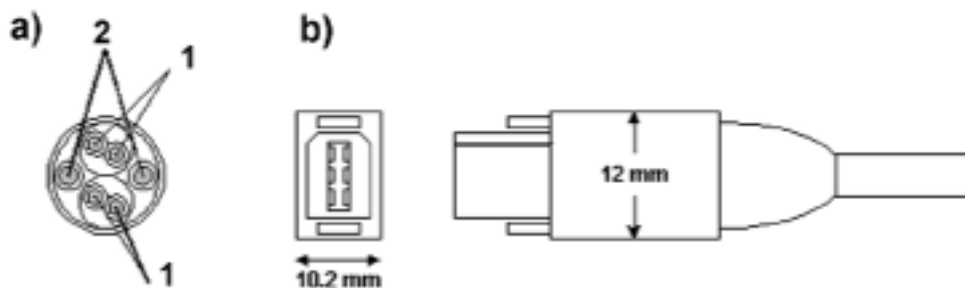

Abbildung 6.12 Buskabel und Steckverbinder (Adaptec)
- a) Steckverbinder mit 6 Anschlüssen. Kabel *mit* Speisespannungszuführung (6 Leitungen) entsprechend Abbildung 6.12.